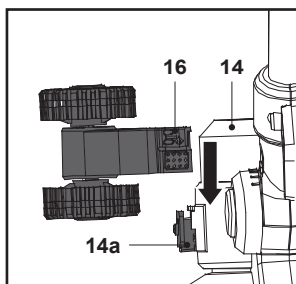

Fig. 2
1. Aliniaza fantele de glisare de pe accesoriu pentru margini (16) cu suportul acestui accesoriu (14a) din fața carcasei motorului (14) și glisează accesoriu pentru margini (16) pentru a-l fixa. Asigură-te că se fixează în poziție (fig. 2).